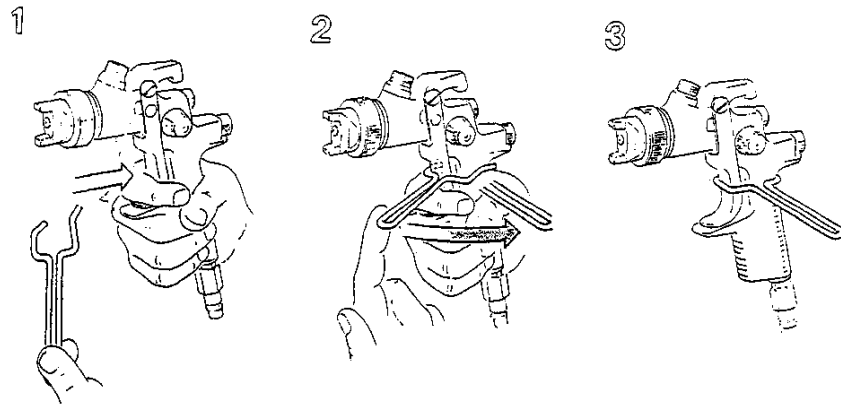

図8
トリガークリップ(図8参照)と、エアチューブ(図5③参照)と、上カップ式スプレーガン用延長パイプ(図5①参照)の使い方にご留意下さい。上カップ式スプレーガンの場合、ガンを一부분解して洗浄室内に配置し(図5参照)洗浄すると、最良の洗浄結果が得られます。